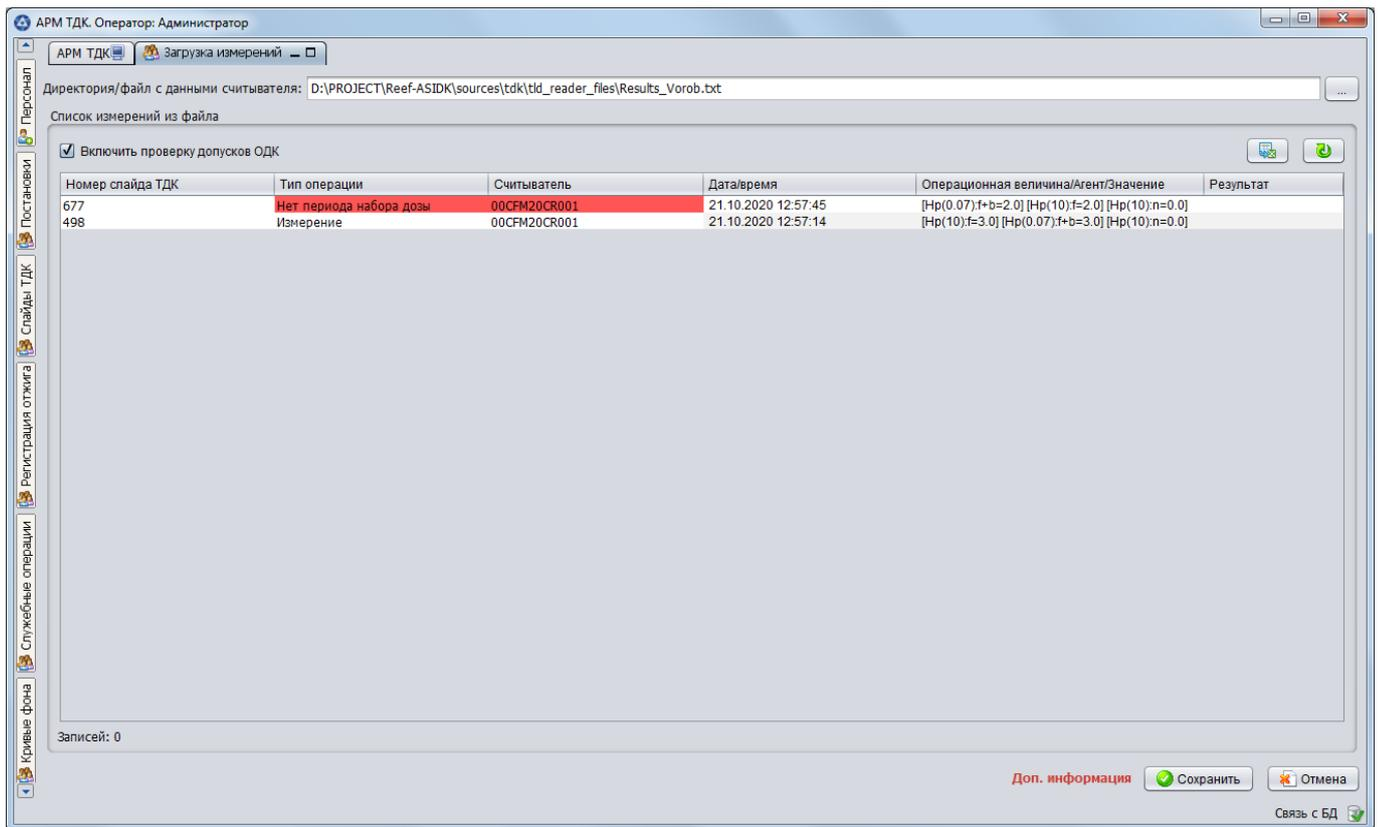

Рисунок 10
3.4.8.1. Панель «Загрузка измерений» предназначена для автоматизированной загрузки измерений слайдов ТДК, полученных от ПО считывателя ТДК. Состав панели «Загрузка измерений» приведен на рис. 10.